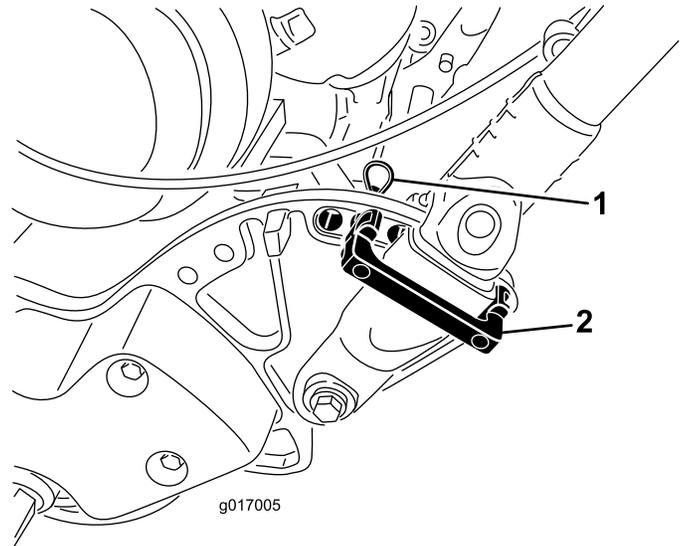

图8
1. 当撑住手柄时，取下将手柄铁夹固定到侧板上的扎带（图8）。
2. 将手柄旋转到需要的操作位置，并将手柄卡环插入手柄铁夹及侧板上相对应的孔（图8）。
3. 使用发卡销将手柄铁夹固定到位（图8）。